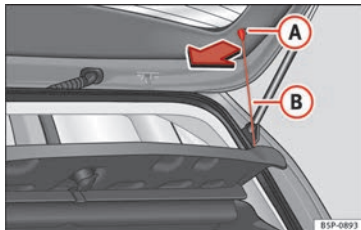

Bild 103 Hatthylla.
- Haka av öglorna » bild 103 (B) från husen (A).